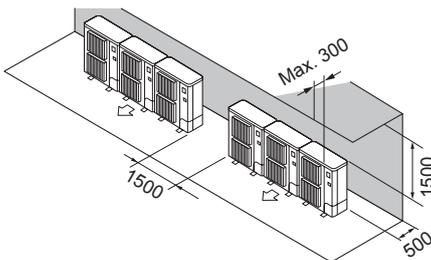

Fig. 2-10
- ② Ostacoli posteriori e superiori (Fig. 2-10)